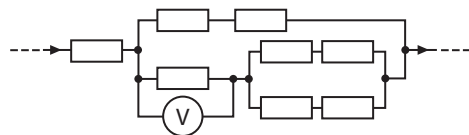

Fig. 4
2.14. Opt rezistoare identice cu rezistențele de 1 Ohm fiecare sunt legați într-un circuit electric (fig. 4). Intensitatea totală a curentului în circuit este de 8 A . Ce tensiune indică voltmetrul?